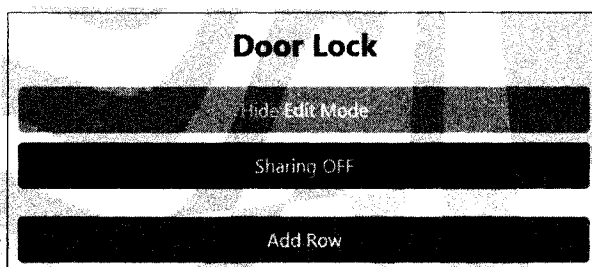

Рис. 8.5. Щелкните на имени новой панели
3. Создав панель, просто щелкните на ее имени (рис. 8.5). В открывшейся панели создайте новую строку для размещения элементов управления (**Add Row**), а затем — новую колонку (**Add Column**), как мы это уже делали в *главе 4*.